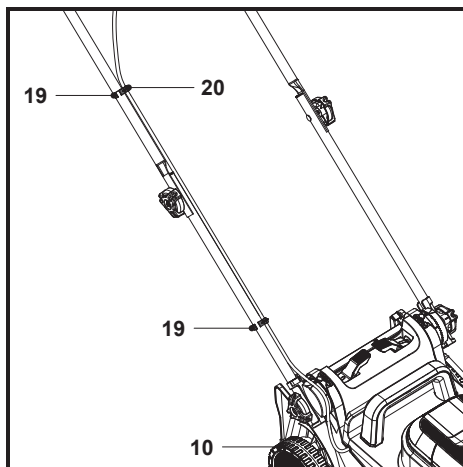

Fig. 4
6. Fixează cablul de control (20) cu cele două cleme de cablu (19) (fig. 4).